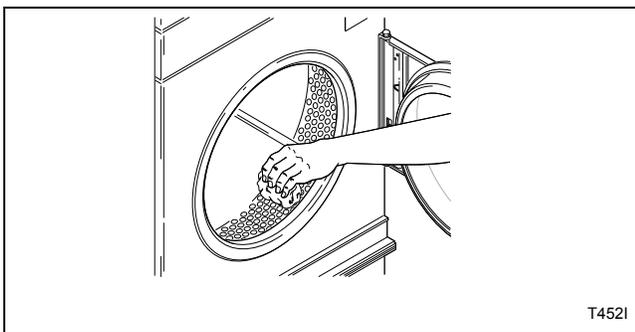

Figura 14
10. Pulire il cilindro con un detergente multi-uso o una soluzione di detergente e acqua. Consultare la *Figura 14*.